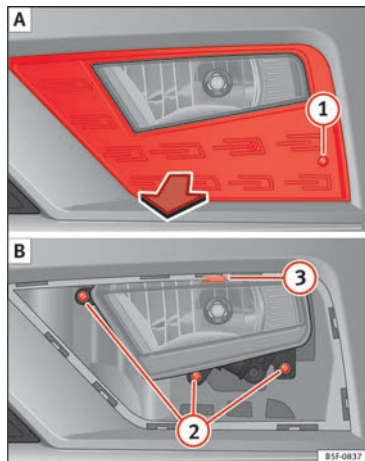
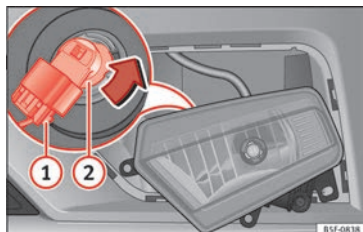

Fig. 110 Faro fendinebbia: estrarre la griglia.
Fig. 111 Faro fendinebbia: smontaggio del supporto lampade
1. Rimuovere la vite » fig. 110 ① A della griglia del faro fendinebbia servendosi di un cacciavite ed estrarre la griglia.
2. Rimuovere le 3 viti » fig. 110 ② B.
3. Rimuovere la griffa metallica situata nella parte superiore del faro fendinebbia tirando verso l'esterno del veicolo ③ B ed estrarre il faro fendinebbia.
4. Estrarre il connettore » fig. 111 ① dalla lampada.
5. Ruotare il portalampada ② verso sinistra e tirare.